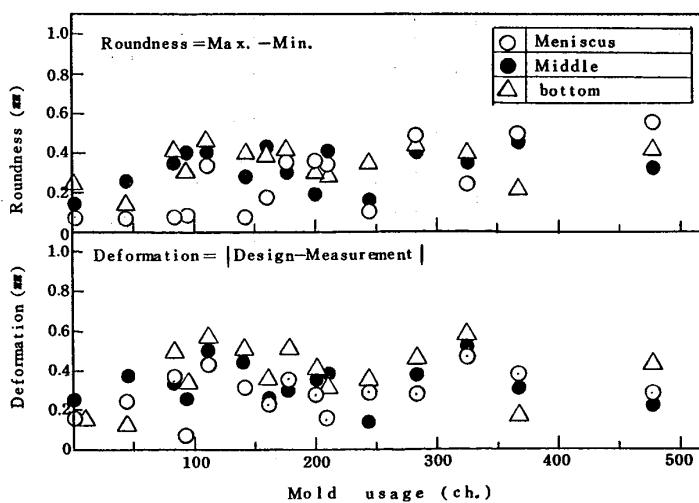

Fig. 3 Relation between roundness, deformation and mold usage
- (1)測定精度 ハンドによる実測値との比較結果から測定精度は±0.1mm以内である。
- (2)鋳型寿命管理への適用例 (Fig.3)